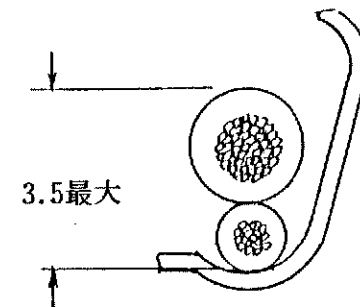

Fig.3
- 2本圧着の場合はFig.3のように重ねて圧着する。
この場合絶縁被覆外径の規制はFig.3に示す通りである。